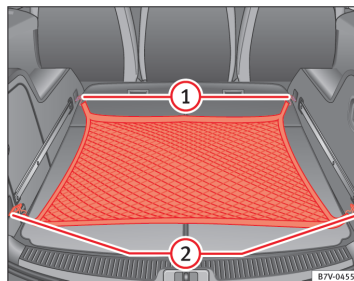

Fig. 100 I bagagerummet: bagagenet, der er hægtet fladt fast
- Hægt bagagenettets kroge i fastgørelsesøjerner ⇒ Fig. 100 ① og ②.